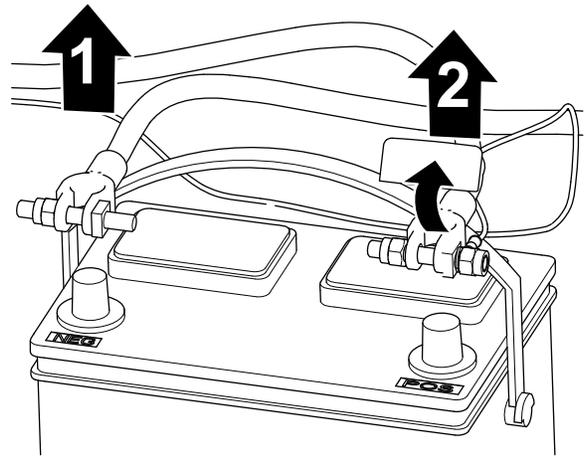

Figura 3
2. Retire el cable negativo del borne de la batería (Figura 3).
3. Retire el cable positivo del borne de la batería (Figura 3).